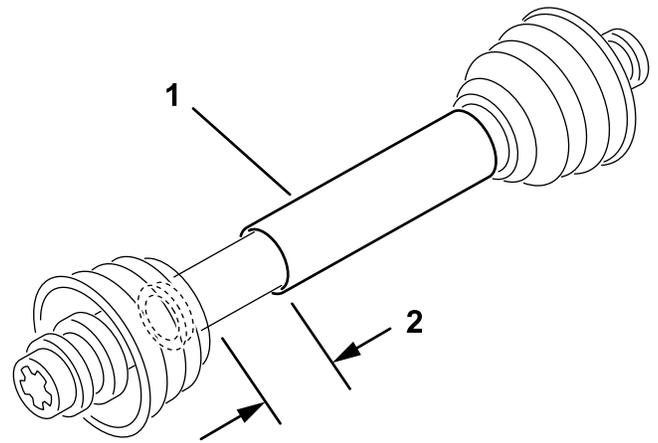

Bild 2
3. Im angebauten Zustand an der Maschine müssen bei der geringsten Länge die beiden Hälften der Zapfwelle mindestens 37 mm zusätzlichen Abstand oder Zusammenklappraum aufweisen (Bild 2).